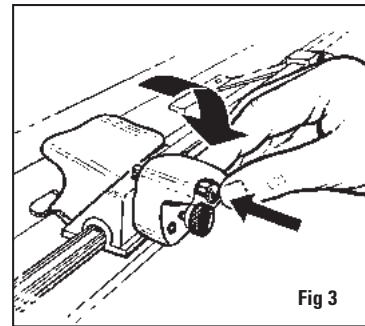

Fig 3
3. Schieben Sie den Schneidkopf bis über das obere Ende des Passepartoutkartons hinaus. Drücken Sie den Geradeschnitt-Schneidkopf soweit nach unten, dass der Feststellbolzen herauspringt und über dem Scheidkopf arretiert. Er ist nun in Schneidposition. Abb. 3
3. Deslice la cabeza de corte hasta más allá del extremo más alejado del tablero de lámina perimétrica y rote el sujetador de la cuchilla de corte recto hasta que el pasador de seguro abraque sobre la parte alta de la cabeza de corte asegurando el sujetador de cuchilla en la posición de corte. Fig. 3
3. Far scorrere la testa di taglio oltre l'estremità del cartoncino e ruotare verso il basso il portalamina per tagli diritti finché il perno di bloccaggio non scatti in cima alla testa di taglio bloccando il portalamina in posizione di taglio. Fig. 3